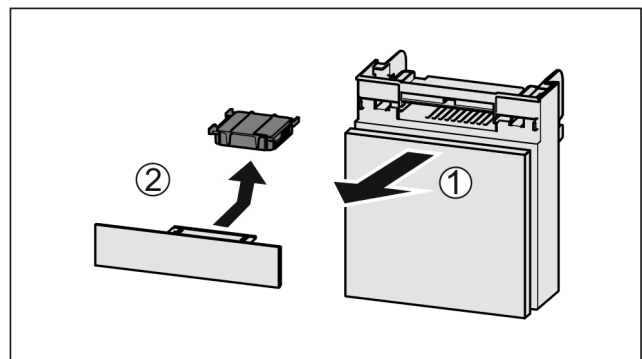

Fig. 131
- Lade vanaf de voorkant eruit trekken Fig. 131 (1).
- Actiefkoolfilter verwijderen Fig. 131 (2).